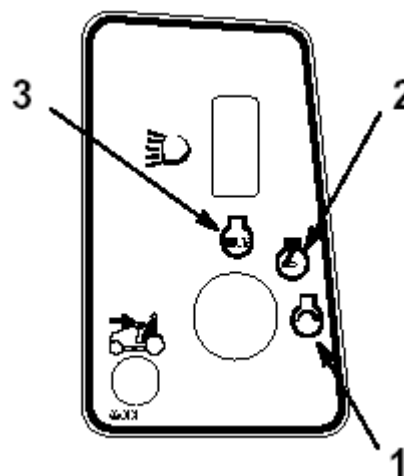

图9
5、将点火钥匙顺时针放置并将其定在“START”启动位置。（图9）当引擎启动时，放开钥匙。